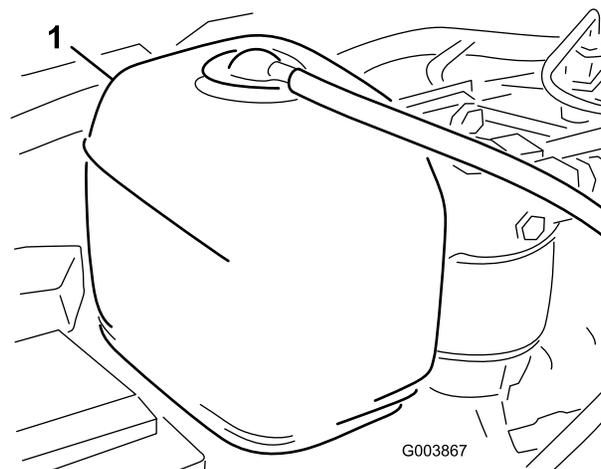

Figure 25
1. Vérifiez le niveau du liquide de refroidissement dans le vase d'expansion (Figure 25).